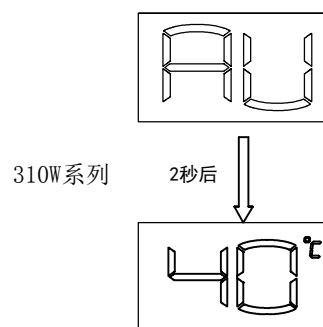

图11
4. 自适温模式：按“⊕”关闭显示屏并且不开水的状态下，长按“⊖”3秒钟以上，即可进入“自适温模式”，显示器在显示“AU”2秒后自动打开并且自动设置好温度，如(图11)所示。